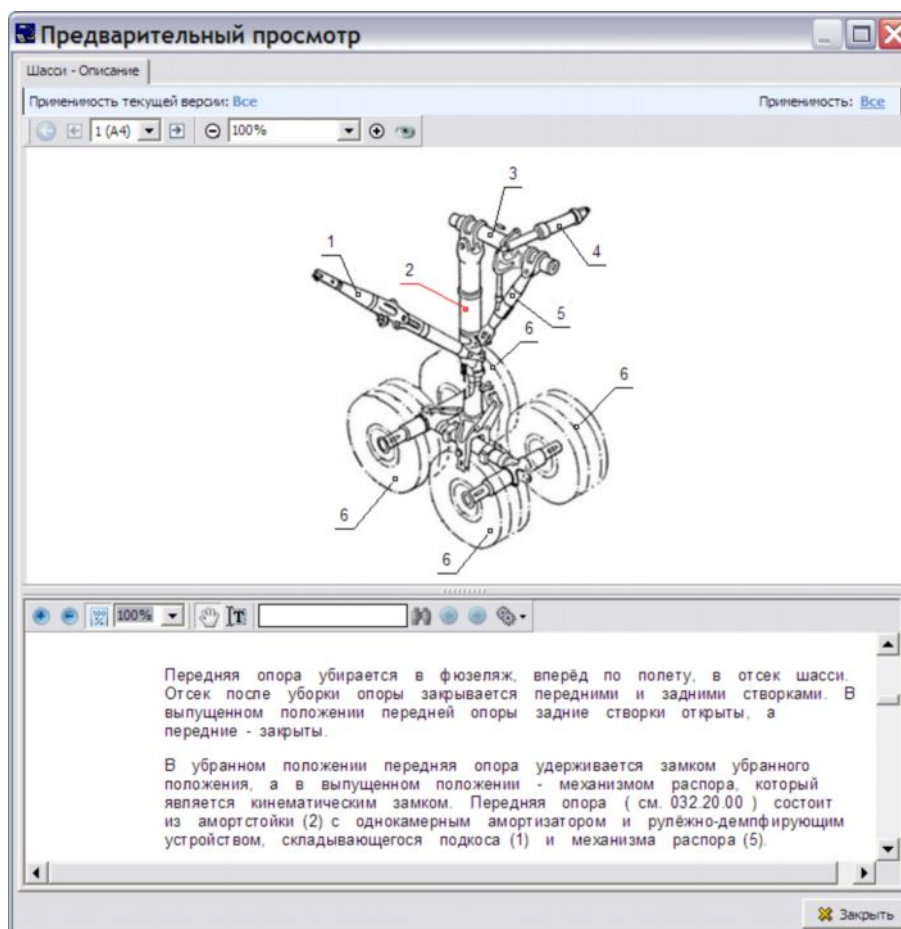

Рис. 3.237
2. При нажатии на поле ссылки появится дополнительное окно с иллюстрацией. На рисунке выноска с номером, соответствующим номеру ссылки, будет подсвечена (Рис. 3.237).